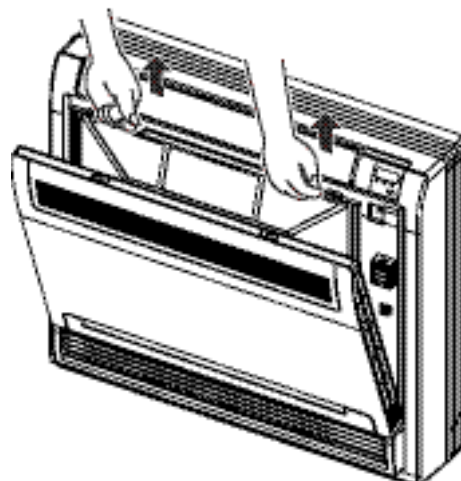

Рис.2
- 2 Слегка надавите на рычаги фильтра с левой и правой сторон, затем достаньте вилтр, потянув его вверх. (Рис. 2).